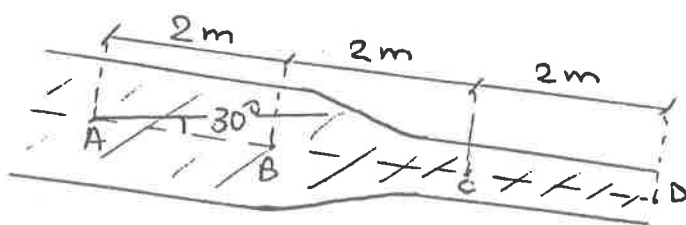

FIGURA 1
1.- Sea el depósito de grandes dimensiones que se indica en la Figura 1. La presión manométrica en la cámara de aire que hay en el interior del depósito es de 1.2 atm. La altura del nivel del agua en el depósito es de 5 m. La tubería que sale del depósito conduce el agua hacia el exterior en sentido ascendente con una inclinación de 30°, y al cabo de 5 m se reduce su diámetro a la mitad, continuando así 3 m más de tubería. 1 atm = 1.013 · 10⁵ Pa. Calcular: